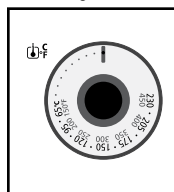

Figura 2
3. **Perilla de control de temperatura:** Ajusta el termostato a la temperatura deseada. (Ver la Figura 2)